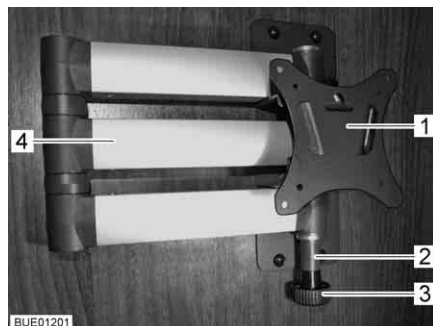

Bild 89 Halterung mit Gelenkarm
- Entriegelungsknopf (Bild 89,3) ziehen. Der Gelenkarm (Bild 89,4) ist entriegelt.
- Flachbildschirm in die Ausgangslage zurückschwenken, bis die Halterung (Bild 89,1) in die Verriegelung (Bild 89,2) einrastet.